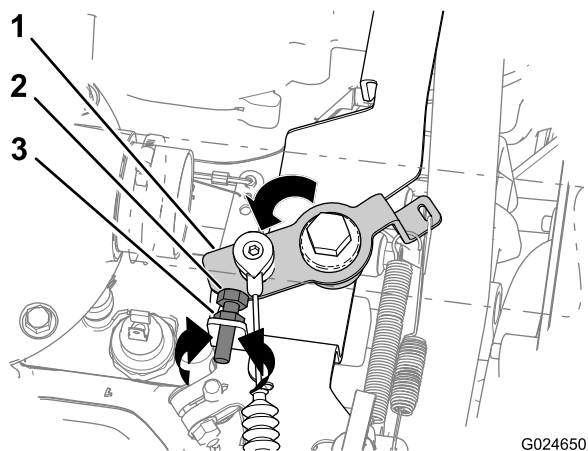
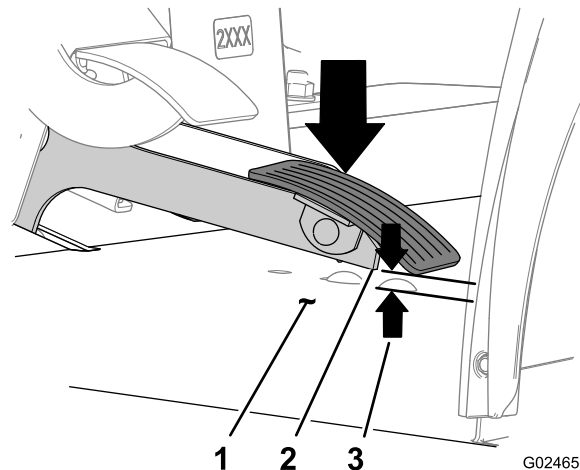

Bild 40
Bild 41
- Schieben Sie den Kippschalter für die Gasbedienung gegen den Anschlag für den schnellen Leerlauf (Bild 40).
- A. Lösen Sie die Klemmmutter, mit der der Anschlag für den schnellen Leerlauf befestigt ist (Bild 40).
- Zum Verringern der Motordrehzahl nach rechts (Bild 40).
- Zum Erhöhen der Motordrehzahl nach links (Bild 40).
- C. Ziehen Sie die Klemmmutter an (Bild 40).
- D. Schieben Sie den Kippschalter gegen den Anschlag für den schnellen Leerlauf (Bild 40).
3. Wenn der Abstand zwischen dem Gaspedal und dem Boden (Bild 41) höher oder niedriger als 6,35 mm ist, führen Sie folgende Schritte aus, während Sie den Kippschalter gegen den Anschlag für den schnellen Leerlauf halten (Bild 40):
1. Schieben Sie den Kippschalter gegen den Anschlag für den schnellen Leerlauf und halten ihn gegen den Anschlag (Bild 40).
2. Messen Sie den Abstand zwischen dem Gaspedal und dem Boden unter dem Pedal (Bild 41).